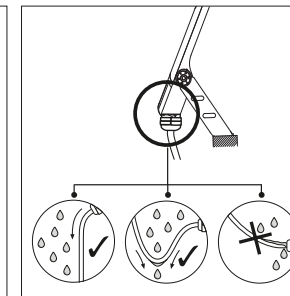

Рис. 4
- Обратить внимание на расположения кабеля относительно кабельного ввода на корпусе светильника (рис. 4).